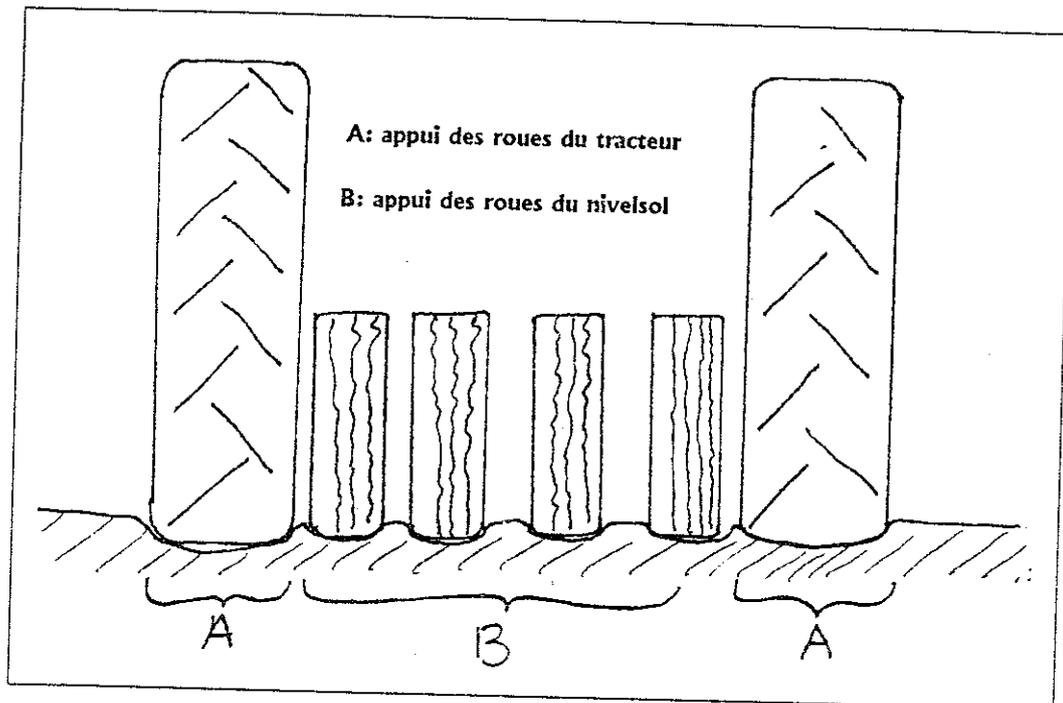

Figure 17
- Par vérins simple effet: il est simplement nécessaire de relever le Nivelsoil pour le transport et les manœuvres serrées et de le descendre lors du travail. Cette manœuvre s'effectue avec le distributeur auxiliaire simple effet du tracteur. L'appui sur le sol est réglé en ajoutant des masses sur le Nivelsoil jusqu'à ce que la pression des roues du Nivelsoil et du tracteur soient identiques, c'est à dire qu'elles s'enfoncent de la même valeur dans le sol (Figure 17)
- Par vérins double effet: il est simplement nécessaire de relever le Nivelsoil pour le transport et les manœuvres serrées et de le descendre lors du travail. Cette manœuvre s'effectue avec le distributeur auxiliaire double effet du tracteur. L'appui sur le sol est réglé en poussant la commande du distributeur jusqu'à ce que la pression des roues du Nivelsoil et du tracteur soient identiques, c'est à dire qu'elles s'enfoncent de la même valeur dans le sol (Figure 17)